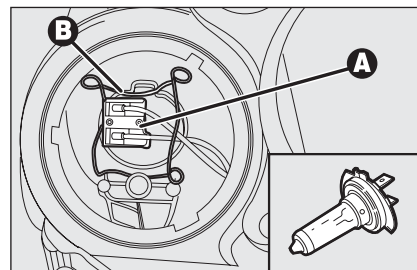

fig. 26
- ☐ monte la lámpara nueva y vuelva a fijar el gancho de la lámpara **B-fig. 26**;